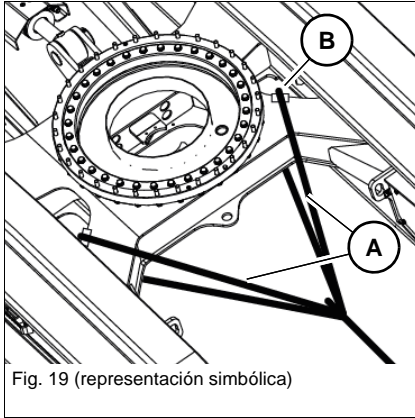

Fig. 19 (representación simbólica)
3. Colocar el medio de suspensión **A** según Fig. 19 alrededor del mecanismo de traslación. Utilizar cantoneras **B**.